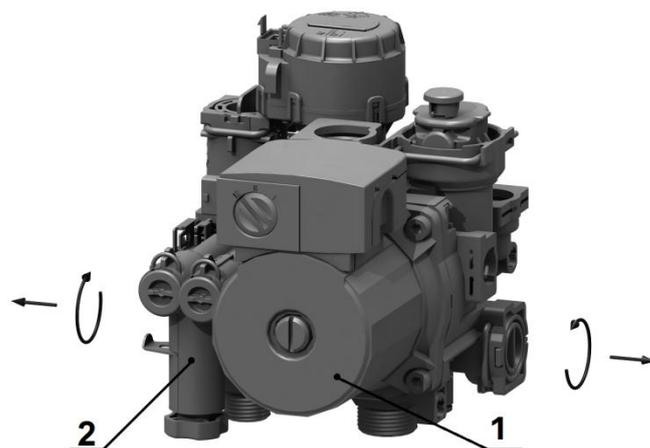

Рис. 15 Демонтаж насоса
Для разделения насоса (1) и блока ГВС (2) необходимо совершить вращательное движение блока и насоса в различных направлениях с одновременным разнесением их относительно друг друга, см. рисунок 15.